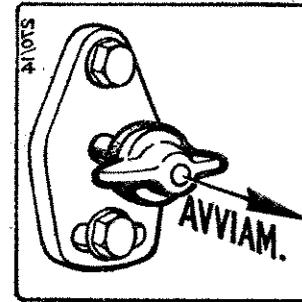

Fig. 5 - AVVIAMENTO
SUPPLEMENTO COMBUSTIBILE. — In corrispondenza della forcella di regolazione portata combustibile è sistemata un'astina scorrevole che ne limita la corsa. Mediante una maniglia esterna l'astina può scorrere in fuori per consentire la corsa completa della forcella; ciò serve ad aumentare la portata della pompa iniezione per facilitare l'avviamento. A motore avviato i primi spostamenti della forcella consentono all'astina di rientrare in posizione di marcia. (Fig. 5).
Dare il supplemento combustibile (tirando in fuori la maniglia 9) senza girare, come indicato nella Fig. 5). Contemporaneamente portare il comando acceleratore in una posizione intermedia (leggermente accelerato).
- a) Dare il supplemento combustibile (tirando in fuori la maniglia 9) senza girare, come indicato nella Fig. 5).